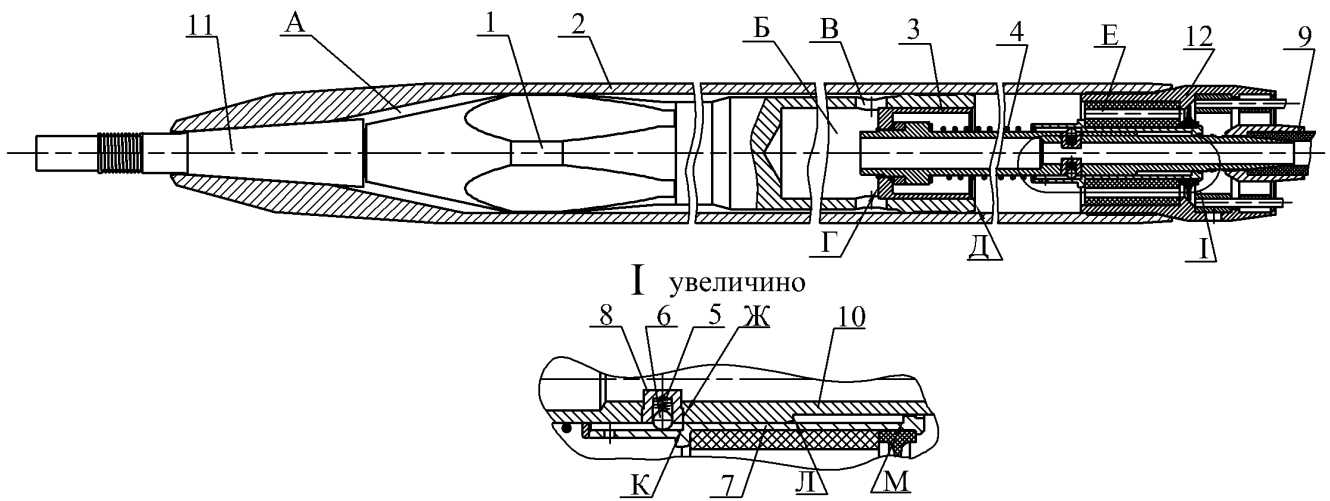
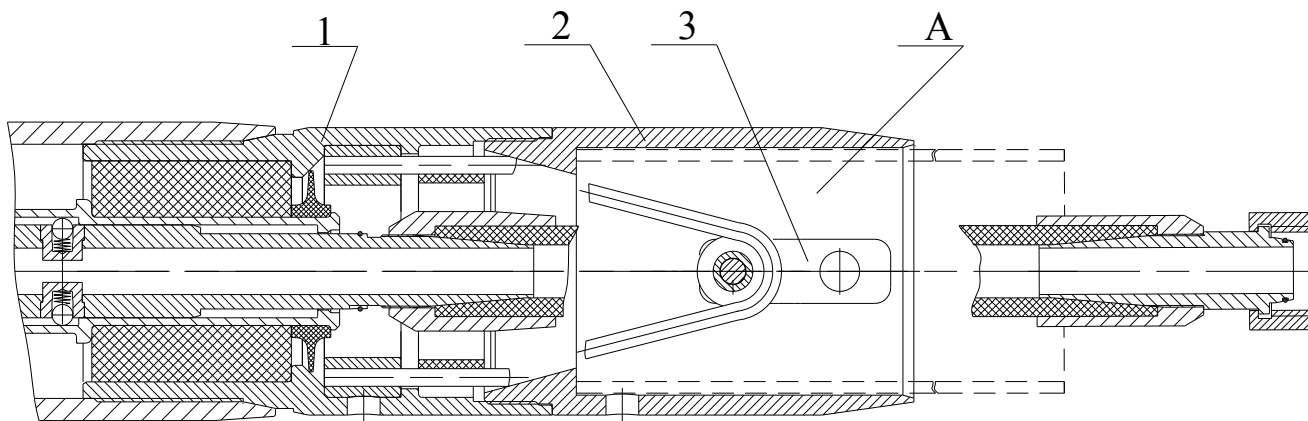
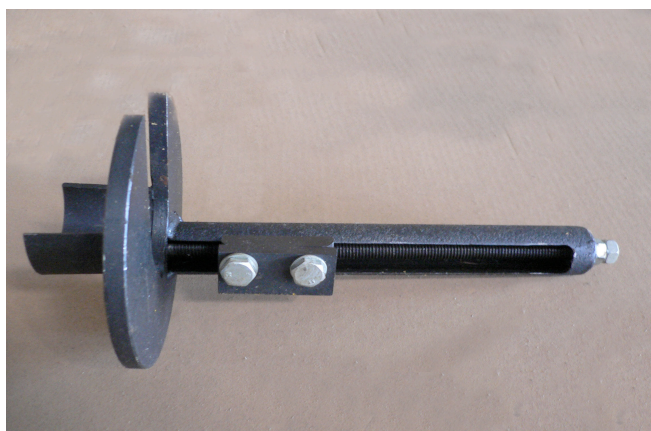

Рис.5. Схема пробойника ИП-4603А (прямой ход)
Рис.7. Схема сборки пробойника ИП 4603АМ (по заказу)
Рис.8. Устройство для подтягивания труб ИП 4603А.10.000
При прямом ходе сжатый воздух от компрессора через канал в стебле 10 (рис.5) поступает под пальцы 8 и выталкивает их из окон стебля. При этом пружины 5 сжимаются, и шарики утапливаются в отверстиях пальцев. Одновременно под давлением воздуха стебель, сжимая пружину 4, смещается назад (на схеме вправо) до тех пор, пока пальцы вытолкнутые воздухом, упрутся своей поверхностью *Ж* в поверхность *К* втулки 7. Одновременно из задней рабочей камеры *Б* сжатый воздух поступает через окна *В* в переднюю камеру *A*.
При заказе пробойника для протяжки полиэтиленовых труб диаметром 110мм производится сборка пробойника **ИП-4603АМ**. Данный пробойник отличается от ИП-4603А только тем, что вместо гайки 5 (рис.5) устанавливается гайка 1 (рис.7) и стакан 2.
При протягивании трубы в полость А (рис.7) устанавливается секция полиэтиленовой трубы, внутри которой протягивается страховочный трос, который крепится к тросику пробойника с помощью серьги 3 с одной стороны, а с другой после натяжения его прижимается болтами подтягивающего устройства (рис.8), которое вставлено в обратный конец протягиваемой трубы. При проходке без одновременной затяжки полиэтиленовой трубы стакан 2 (рис.7) необходимо снимать, либо проверять его затяжку с гайкой 1 (рис.7).
- подтянуть гайку 12 (рис.5) золотника в корпусе пробойника специальным ключом или воротком, вставленным в монтажные отверстия гайки;